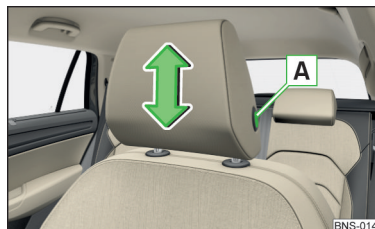

Fig. 96
- Pentru **reglarea pe înălțime**, mențineți apăsat butonul de siguranță **A** și deplasați tetiera în direcția dorită » fig. 96.